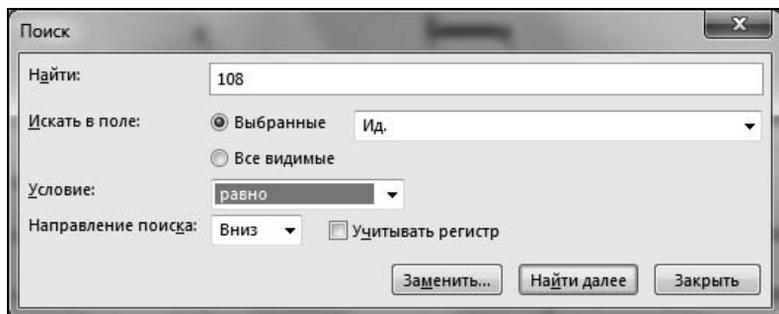

Рис. 8.10. Окно управления поиском элементов графика
2. Чтобы создать перерыв в выполнении некоторой задачи, пролистать список задач проекта так, чтобы эта задача находилась в видимой части экранной формы. Для этого следует найти нужную задачу в таблице. Это можно сделать с помощью управляющей комбинации клавиш <Ctrl>+<F>. Нажатие этих клавиш приводит к открытию показанного на рис. 8.10 окна управления поиском. Это окно может использоваться для поиска в любых таблицах Project.
3. Показанное на рис. 8.10 окно управления поиском позволяет с помощью клавиатуры вводить в поле **Найти** образец поиска, а список **Искать в поле** — выбрать поиск во всех включенных в состав таблицу колонках (**Все видимые**) или в выбранной колонке (переключатель **Выбранные**). В списке **Условие** можно выбрать логическое условие поиска, а список **Направление поиска** позволяет установить направление поиска.
4. В показанном на рис. 8.10 окне ввести в поле **Найти** значение 108, а в списке **Искать в поле** выбрать значение **Ид.** В окне **Условие** выбрать значение **равно** и затем нажать кнопку **Найти далее**. Это позволит быстро найти нужную задачу.